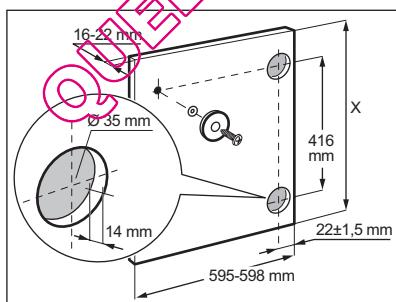

Fig. 3
- la hauteur **X** dépend de la hauteur de la base de l'élément de cuisine continu (Fig. 3).